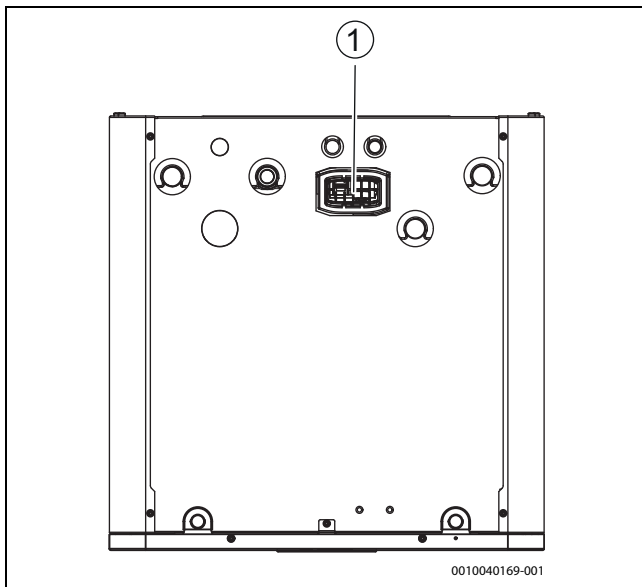

Bild 17 Halter für Connect-Key K30RF
- ▶ Modul in den Halter einsetzen (→ [1], Abbildung 17). Wenn das Modul richtig eingesetzt wurde, blinkt eine LED.